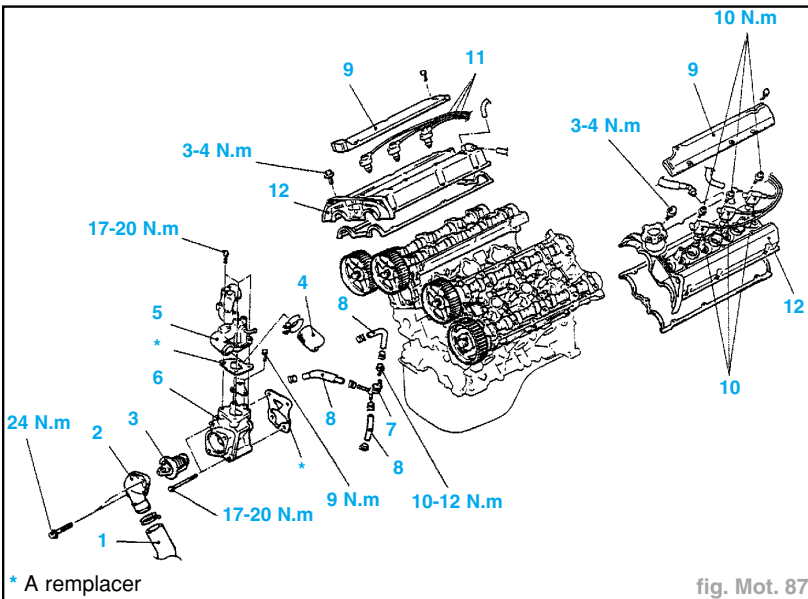

fig. Mot. 87
- Procéder à la dépose (fig. Mot. 87 et 88) dans l'ordre suivant :